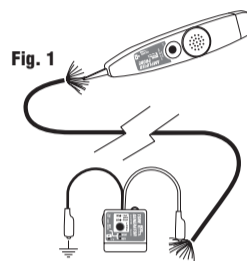

Fig. 2
3. Place both test sets "off hook" or TALK position to establish communication. (See Fig. 2)
- "Descuelgue" ambos aparatos de prueba o póngalos en la posición TALK para establecer la comunicación. (Vea la Fig. 2)